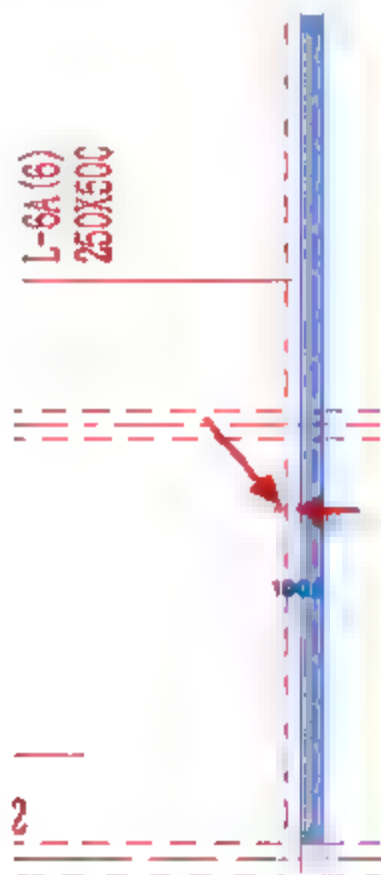

图 4.2.97 调整矩形梁的位置
(22) 调整矩形梁 L-6A 的位置, 选中矩形梁 L-6A, 按快捷键 **M+V**, 移动矩形梁的位置, 使其与梁线对齐, 如图 4.2.97 所示。